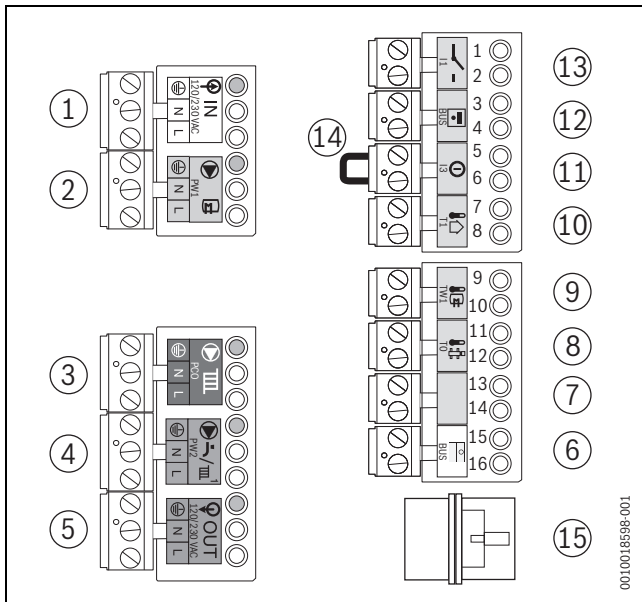

Bild 51 Klemmleiste
- Regler auf Anschlussklemme **BUS** (→ Bild 51, [6]) anschließen. Hierzu ein 2-adriges Stromkabel von 0,4 bis 0,75 mm² verwenden.
- ▶ Brücke (→ Bild 51, [14]) auf Anschlussklemme ① entfernen.
- ▶ Außentemperaturfühler an Anschlussklemme **T1** (→ Bild 51, [10]) anschließen.
- ▶ Speichertemperaturfühler an Anschlussklemme **TW1** (→ Bild 51, [9]) anschließen.
- ▶ Heizungspumpe an die grüne Anschlussklemme **PCO** (→ Bild 51, [3]) anschließen.
- ▶ Zirkulationspumpe an die lila Anschlussklemme **PW2** (→ Bild 51, [4]) anschließen.
- ▶ Speicherladepumpe an die graue Anschlussklemme **PW1** (→ Bild 51, [2]) anschließen.
- ▶ Externes 3-Wege-Ventil an die graue Anschlussklemme **PW1** (→ Bild 51, [2]) anschließen.